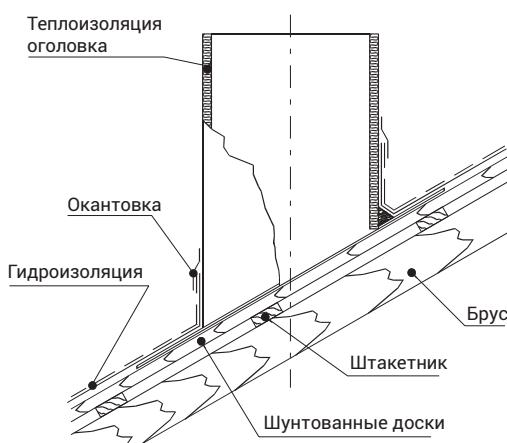

Рис. 2
- Короб подготовлен для окончательной изоляции непосредственно на плоской (рис. 1) или на скатной (рис. 2) кровле.